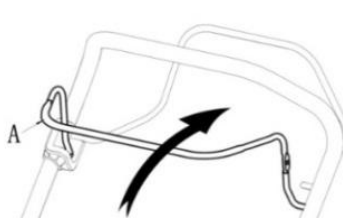

Fig. 11B
2. Tirez le levier de frein moteur vers la poignée ; Fig. 11B.